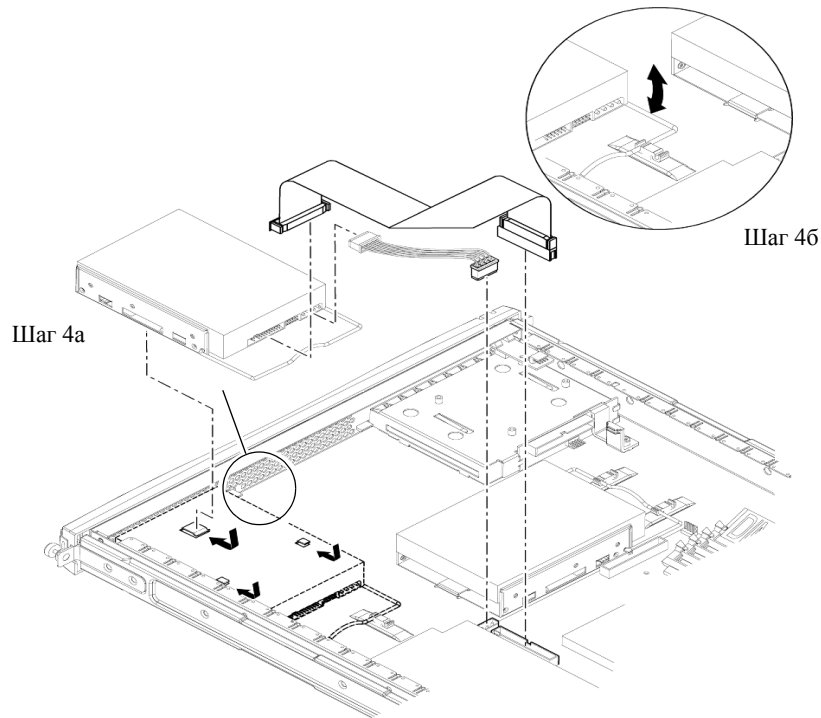

РИС. 8-8 Установка жесткого диска
4. Вставьте новый жесткий диск, придав ему правильное положение (см. РИС. 8-8).
5. Присоедините кабель питания и интерфейсный кабель (см. РИС. 8-8).